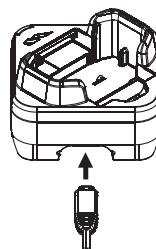
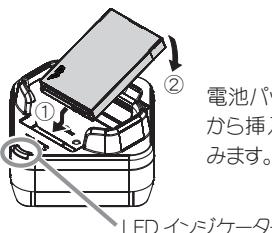

図1: コネクターの先端形状を確認し差し込む
図2: 電池パック単体で充電する
- ① ACアダプターのコネクターを充電器の側面にある電源ソケットに差し込みます(図1)。
- ② ACアダプターをACコンセントへ確実に差し込むと、充電器のLEDインジケーターが約1秒間緑色に点灯し電源が入ります。
- ③ 充電器に電池パックの端子側①から挿入し②へ差し込みます(図2)。